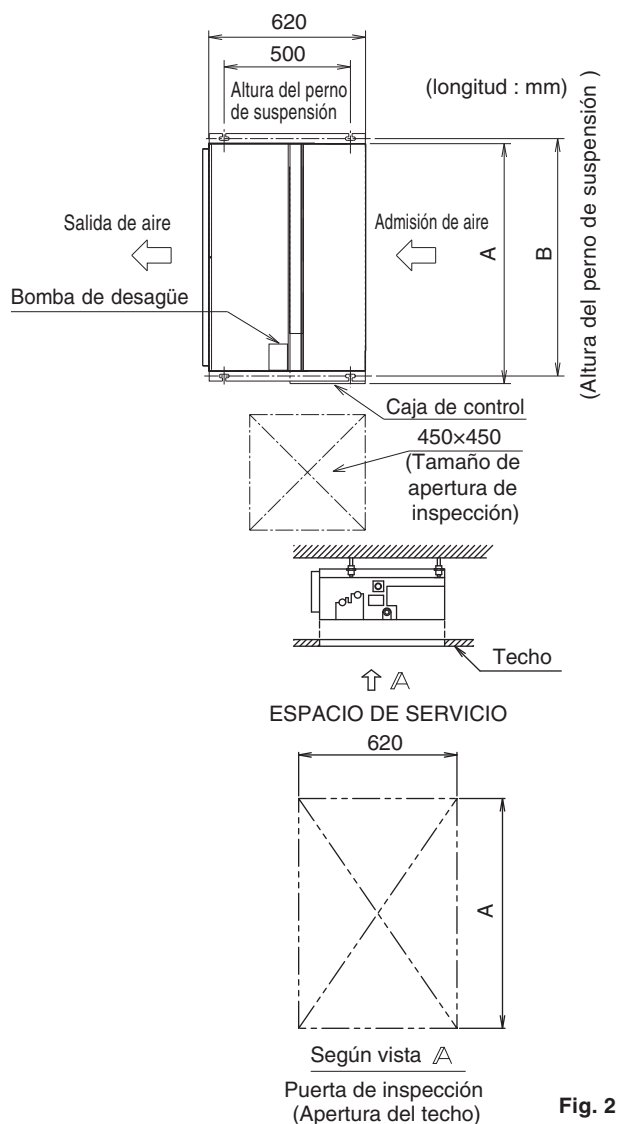

Fig. 2
(1) Confirme la relación de posición entre la unidad y los pernos de suspensión. (Refiérase a la Fig. 2)